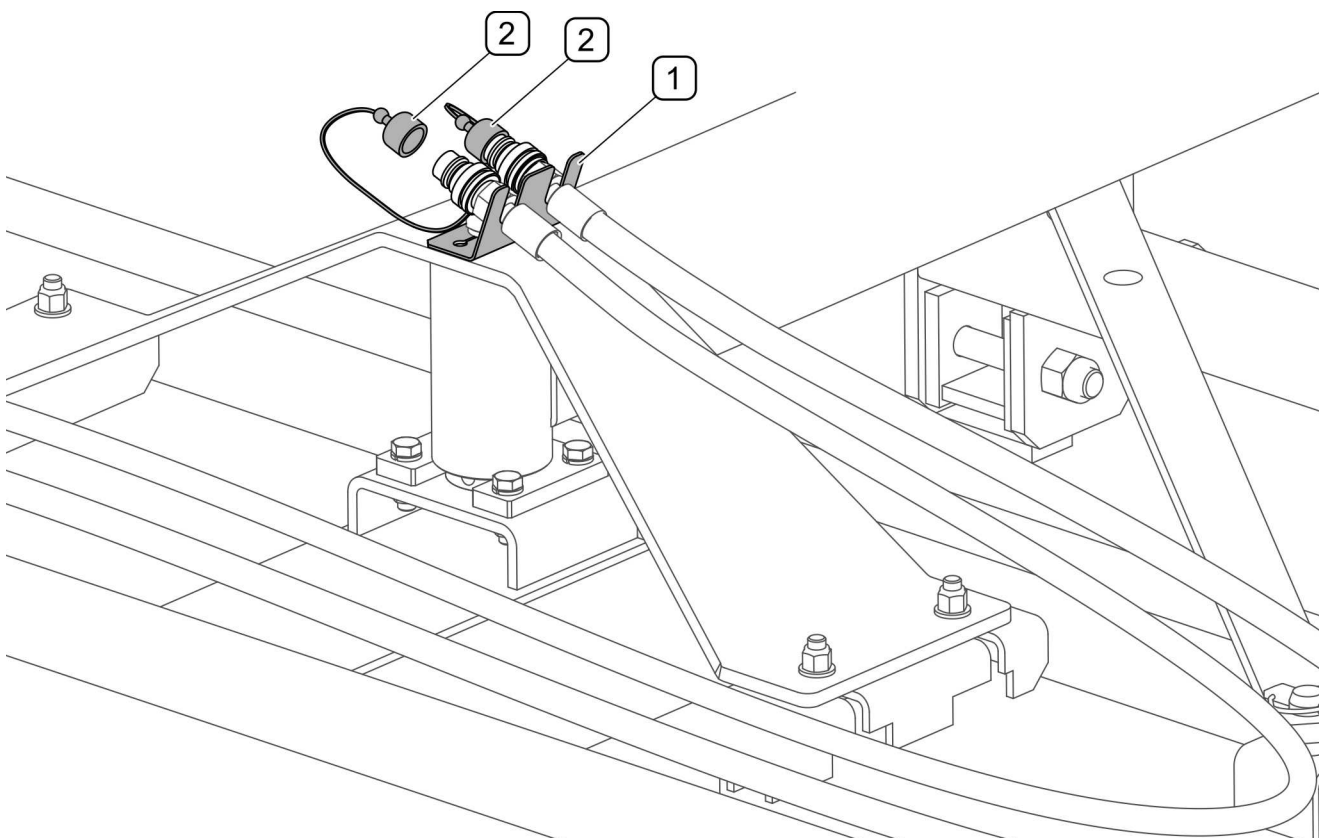

РИСУНОК 4.14 **Захист штекерів після відключенні від тягача**
- Опустити паркувальну стійку (1) і встановити її на відповідну висоту.
- Від'єднайте від тягача заглушки трубопроводів гідросистеми, зафіксуйте їх заглушками та помістіть у спеціальний кронштейн на рамі (РИСУНОК 4.14)